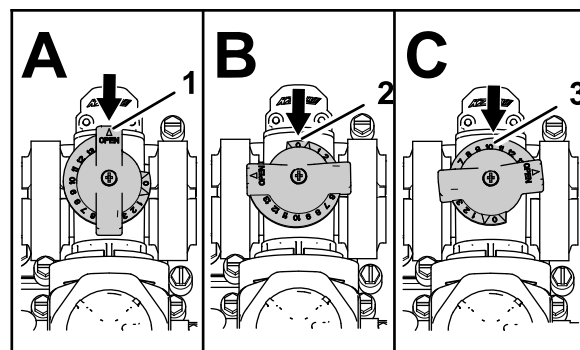

Рисунок 86
- Перепускной клапан перемешивания находится в полностью открытом положении, как показано на виде Рисунок 86А.
- Перепускной клапан перемешивания находится в закрытом (0) положении, как показано на виде Рисунок 86В.
- Перепускной клапан перемешивания находится в промежуточном положении (отрегулированном в соответствии с показаниями манометра системы опрыскивания), как показано на виде Рисунок 86С.